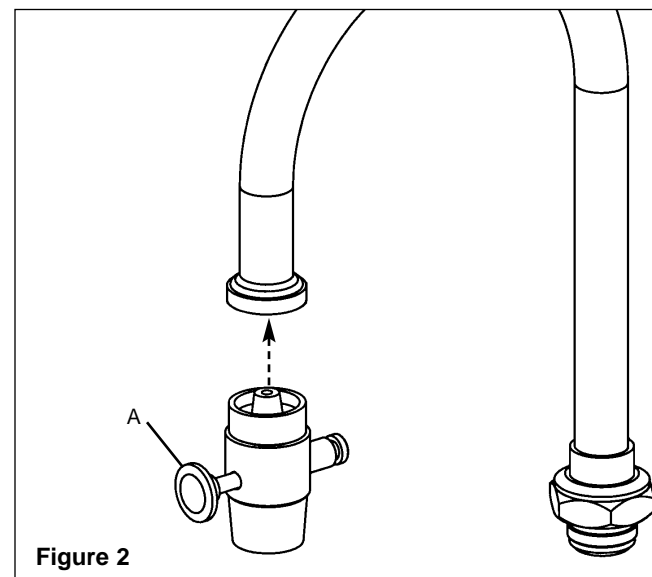

Figure 2
2. Visser l'adaptateur du lave-yeux sur le robinet et le serrer avec une clé (voir Figure 2). Le bouton de la commande (A) doit se trouver à l'avant, vers l'utilisateur.